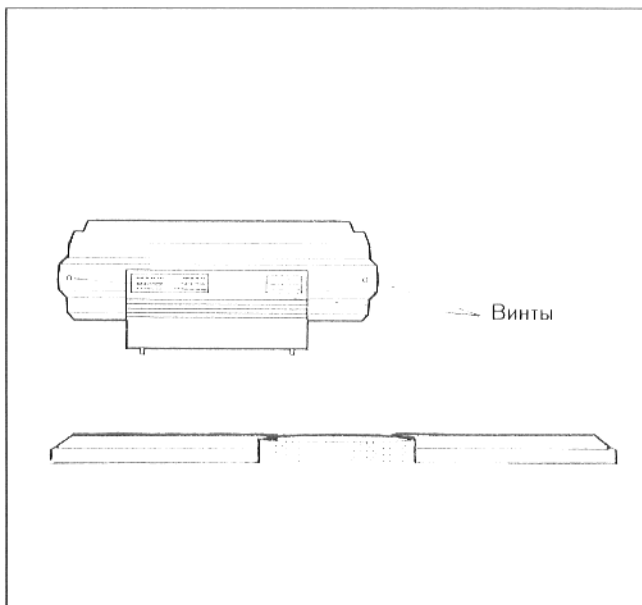

Рис. 36 – вид сзади – с защитным колпаком зажимов
- Вывинтить два винта защитного колпака зажимов (рис. 36).